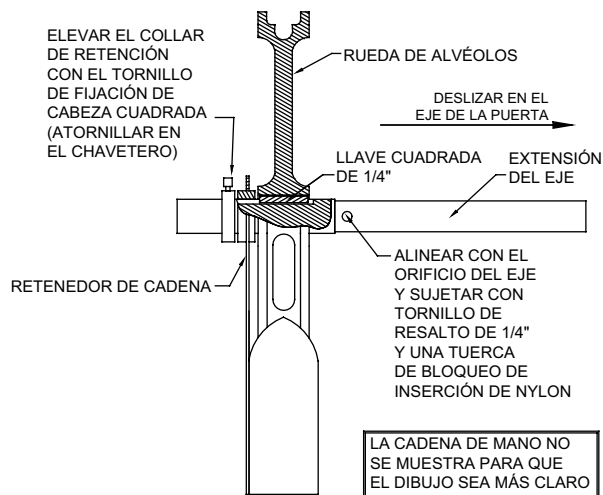

Figura 12
9.1 Operador de accionamiento directo: se pueden instalar polipastos de cadena de accionamiento directo en cualquiera de los lados de la puerta, antes o después de haber colgado la puerta (aunque puede haber limitaciones en relación con el espacio libre disponible). Consulte la Figura 12 para más detalles.